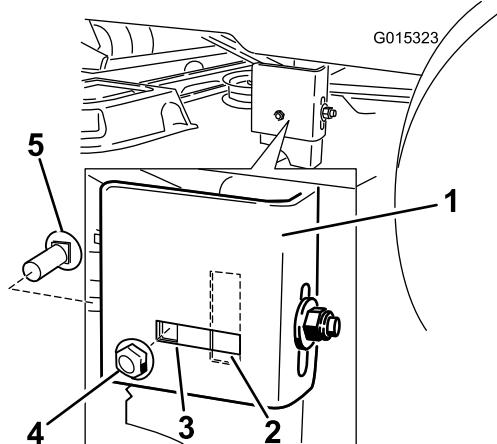

Figura 61
7. Spostatevi sul lato sinistro della macchina. Verificate che il bullone a testa tonda laterale sia in posizione fissa o nella scanalatura (Figura 61).
di bloccaggio laterale dalla posizione fissa e installateli nella scanalatura posteriore (Figura 61).